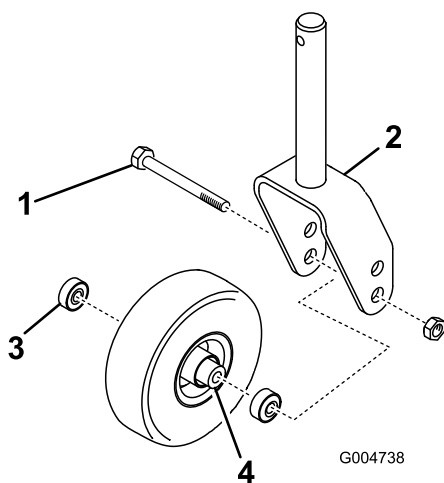

Рисунок 26
1. Отверните контргайку с болта, удерживающего узел поворотного колеса в вилке колеса (Рисунок 26).
- Извлеките подшипник из ступицы колеса и дайте выпасть проставке подшипников (Рисунок 26).